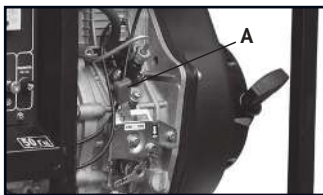

Рис. 6
- Установить пусковой выключатель двигателя (рис. 6, А) в положение ПУСК (RUN).
- Через три минуты работы генератора, переключите автомат защиты (аварийный выключатель) в верхнее положение ВКЛ. (ON).